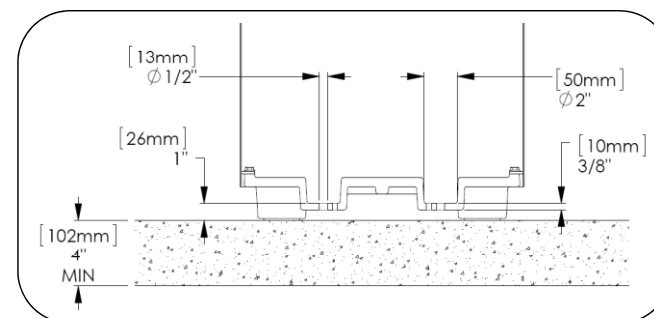

Fig. 3: vista transversal de la base de la unidad simple.
4. Mover la unidad y perforar los orificios según las recomendaciones de fijación del fabricante. Observar las medidas del armazón de la base en la fig. 3, que corresponden a todas las unidades. En los planos del producto se puede observar la distancia desde el centro hasta el centro del orificio.